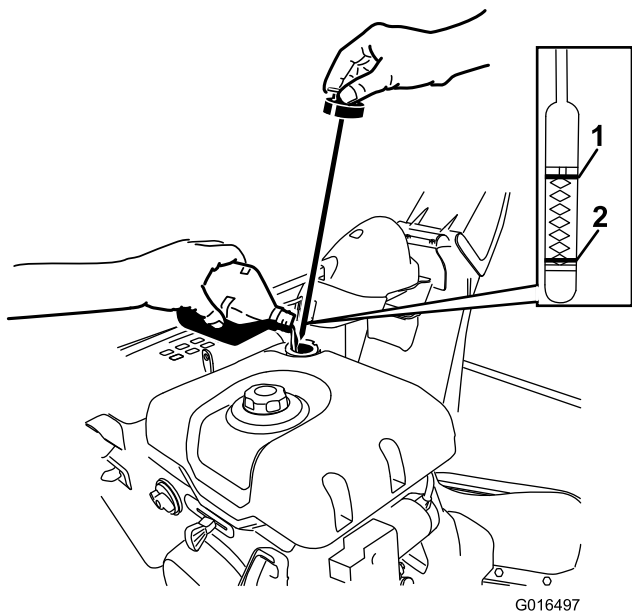

Figure 42
2. Sortez de nouveau la jauge et contrôlez le niveau d'huile (Figure 42). Faites l'appoint si le niveau est